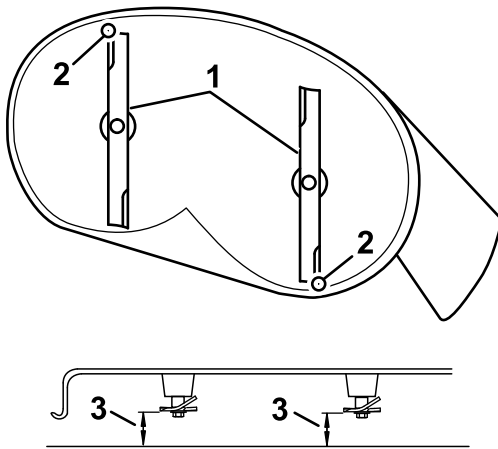
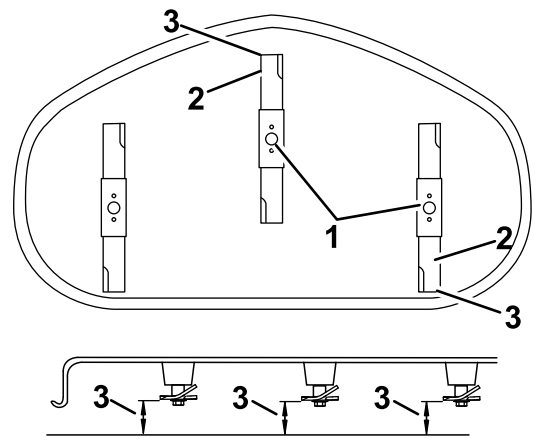

Figure 64
Figure 65
4. Faites pivoter les lames avec précaution pour faire passer les pointes avant à l'arrière (Figure 64).
5. Mesurez la distance entre la pointe de la lame avant et la pointe de la lame arrière par rapport à la surface plane (Figure 64 ou Figure 65).